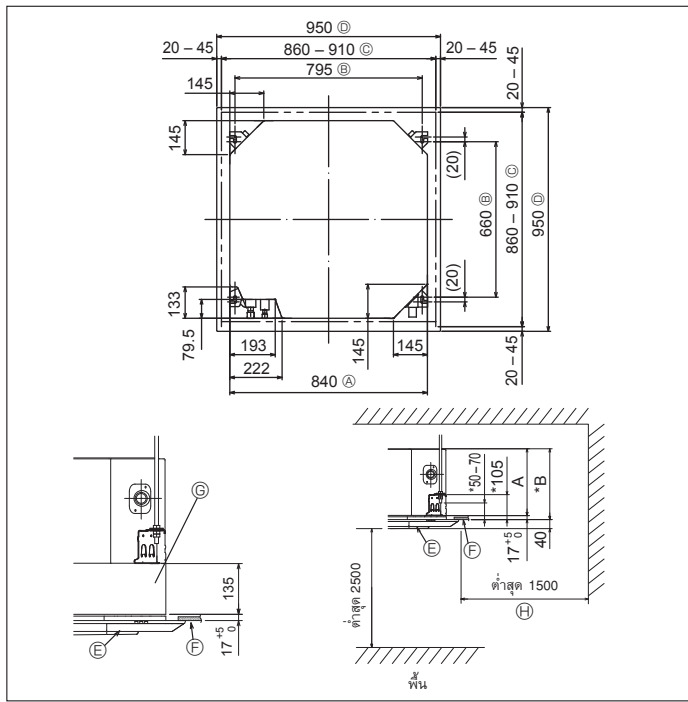

Fig. 3-2
3.2. การเจาะช่องและสถานที่สำหรับติดตั้งเครื่อง (Fig. 3-2)
- * ความกว้างของช่องเปิดของเพดานนั้นต้องให้อยู่ในเกณฑ์บังคับ ซึ่งแสดงอยู่ใน Fig. 3-2 โดยให้จุดกึ่งกลางของตัวเครื่องตรงกับช่องเปิดของเพดาน และควรแน่ใจว่าช่องว่างสำหรับฝังตรงข้ามของทุกด้านนั้นห่างเท่ากัน